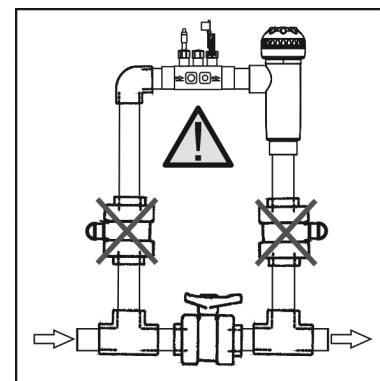

Fig. 4
1. Colocar el collarín suministrado en un tramo de la tubería situado a la entrada de la célula de electrolysis. El collarín deberá instalarse siempre en posición horizontal al suelo (ver Fig. 4).
1. Encolar el porta-sondas suministrado en un tramo de la tubería situado a la entrada de la célula de电解sis. El porta-sondas deberá instalarse siempre en posición horizontal al suelo (ver Fig. 4), de forma que las entradas rosadas (1/2" - 3/8") queden siempre accesibles para la posterior instalación del inyector de la bomba dosificadora y la toma de tierra (opcional).